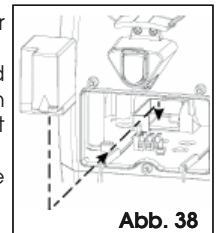

Abb. 38
2. Den Batteriesatz links vom Transformator positionieren, siehe Abb. 38.